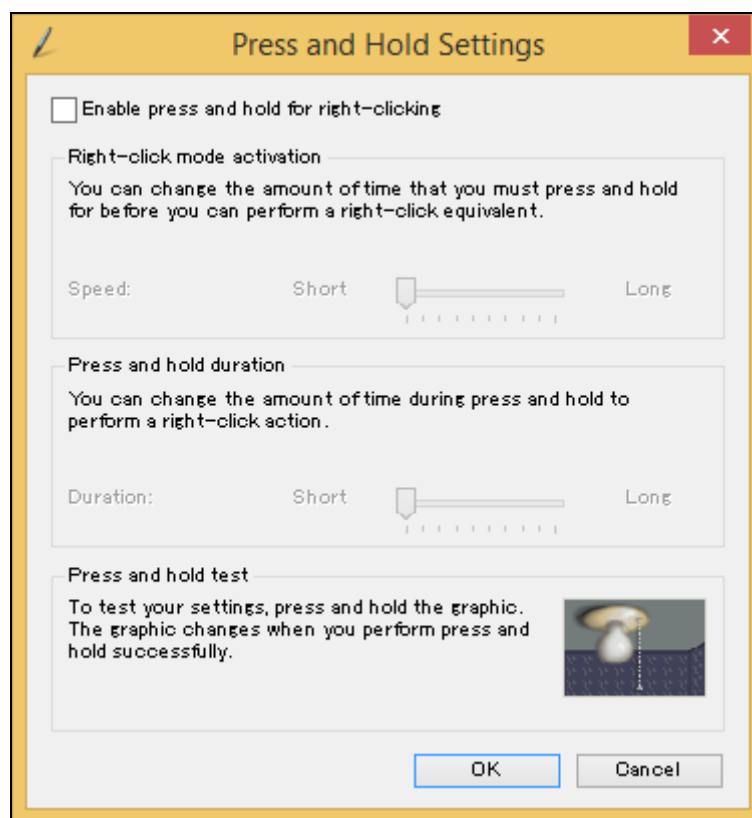

Abb. 16.6.4 Einstellungen für "Press and Hold"
- Setzen Sie den Schieberegler von "Speed:" und "Duration:" wie in Abb. 16.6.4 ganz nach links.